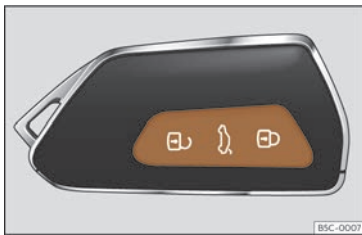

Fig. 84 Chave por control remoto: teclas.
- Bloquear: prema o botón  >>> **fig. 84**.